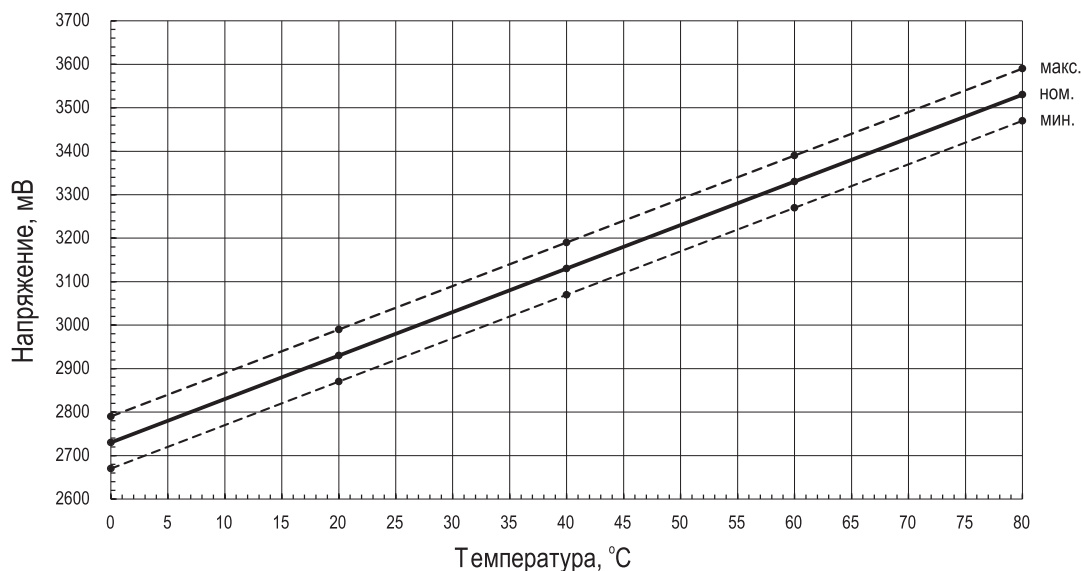

Рис.23 Напряжение на датчике в зависимости от температуры
- Проверить датчики температуры путем измерения напряжения на них, зависящего от температуры окружающей среды (см. **рис.23**).